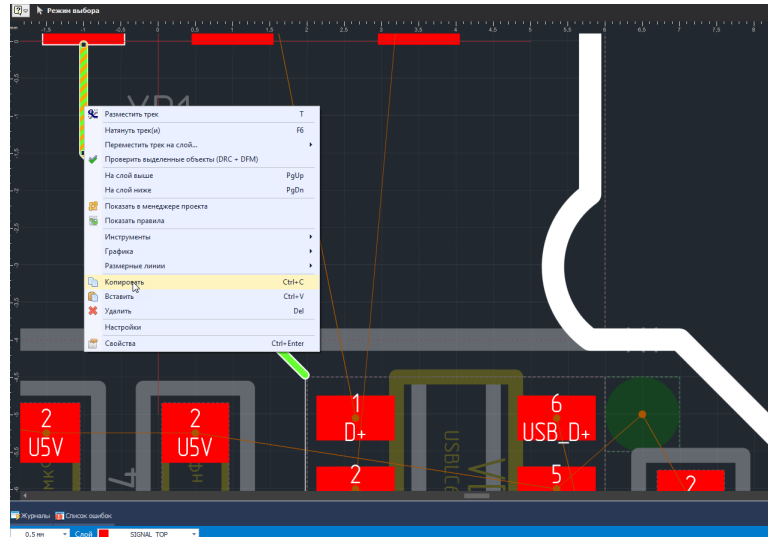

Рис. 371 Копировать трек
2. Воспользоваться пунктом «Копировать» контекстного меню, или нажать клавишу, назначенную для этого действия (по умолчанию для копирования назначено сочетание клавиш «Ctrl+C»), см. Рис. 371. Копию выделенных сегментов трека можно получить, перемещая объект при нажатой клавише «Ctrl».